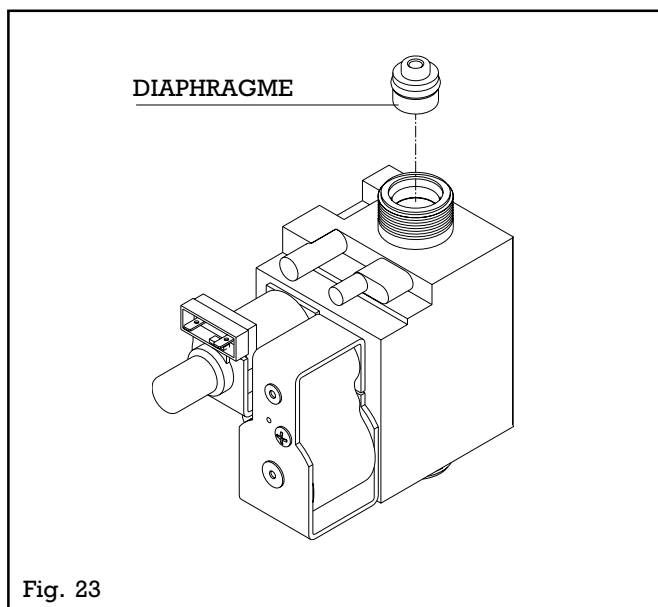

Fig. 23
- Démonter la tuyauterie gaz au niveau de la vanne gaz et retirer le diaphragme placé à la sortie de celle-ci dans le cas d'une transformation au GPL (fig.23). Mettre en place le diaphragme fourni avec le set dans le cas d'une transformation aux gaz naturels